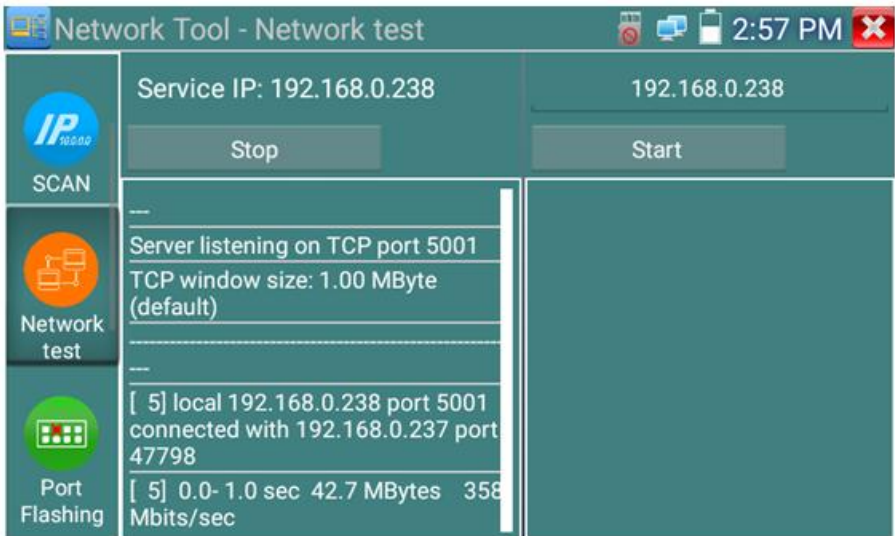

Рис. 90 Работа 1го тестера в режиме «сервер» при проверки пропускной способности сети
4. Один из тестеров запустите в качестве сервера, для этого нажмите кнопку «Запустить сервер» (Start Server). В верхнем поле слева отобразится IP адрес тестера, рис. 90;